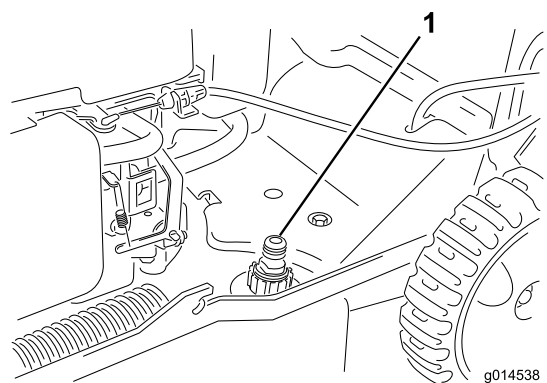

Рисунок 19
3. Присоедините садовый шланг, подключенный к источнику воды, к промывочному отверстию в корпусе (Рисунок 19).